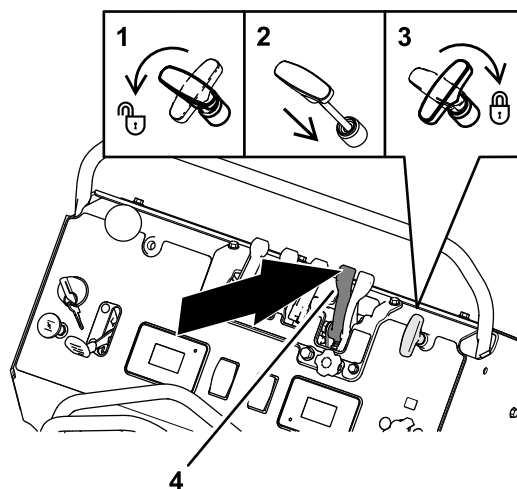

Figure 91
3. Fermez la trappe de la turbine en poussant le levier de distribution intensive de granulés à fond en avant (Figure 91).
4. Tournez la poignée de commande d'épandage dans le sens antihoraire, enfoncez-la et tournez-la dans le sens horaire (3); voir Figure 91.